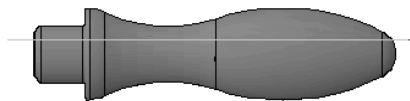
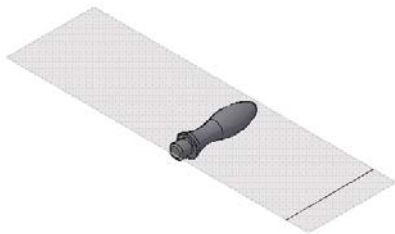

图 10-54 创建截面
图 10-55 西南等轴测视图
(1) 选择绘图区的任意点（不在面上）可以创建独立于实体的截面对象。第一点可创建截面对象旋转所围绕的点，第二点可创建截面对象。如图 10-54 所示为在手柄主视图上指定两点创建一个截面平面，如图 10-55 所示为转换到西南等轴测视图的情形。图中半透明的平面为活动截面，实线为截面控制线。